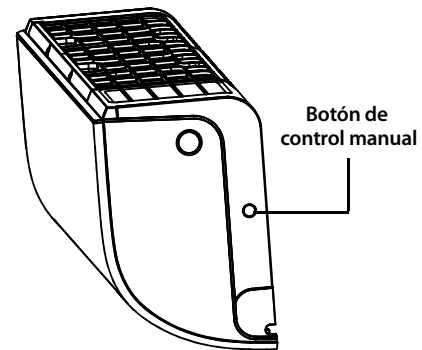

Fig. 8.1
1. Localizar el botón de CONTROL MANUAL a lado derecho del panel de la unidad. Ver fig.8.1.